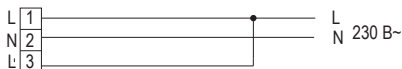

Рисунок 2
– присоединить подготовленные концы сетевого кабеля к винтовым зажимам клеммной колодки согласно маркировке (рисунок 2):
2) фазный некоммутированный проводник сети – подключить к контактному зажиму (L);;
3) нейтральный проводник сети – подключить к синему зажиму (N);